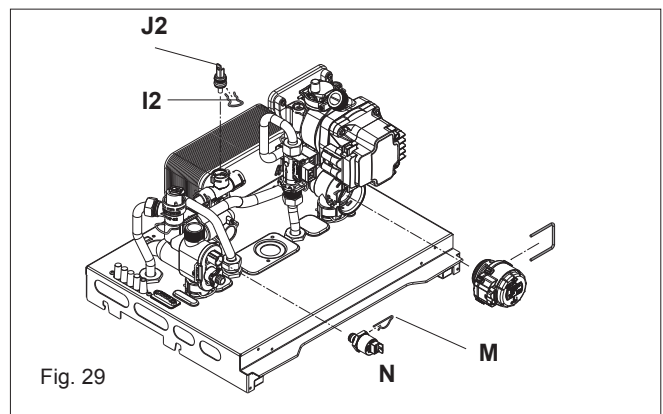

Fig. 29
7.14 WATER PRESSURE TRANSDUCER (Fig. 29)
7.15 DHW THERMISTOR (Fig. 29)